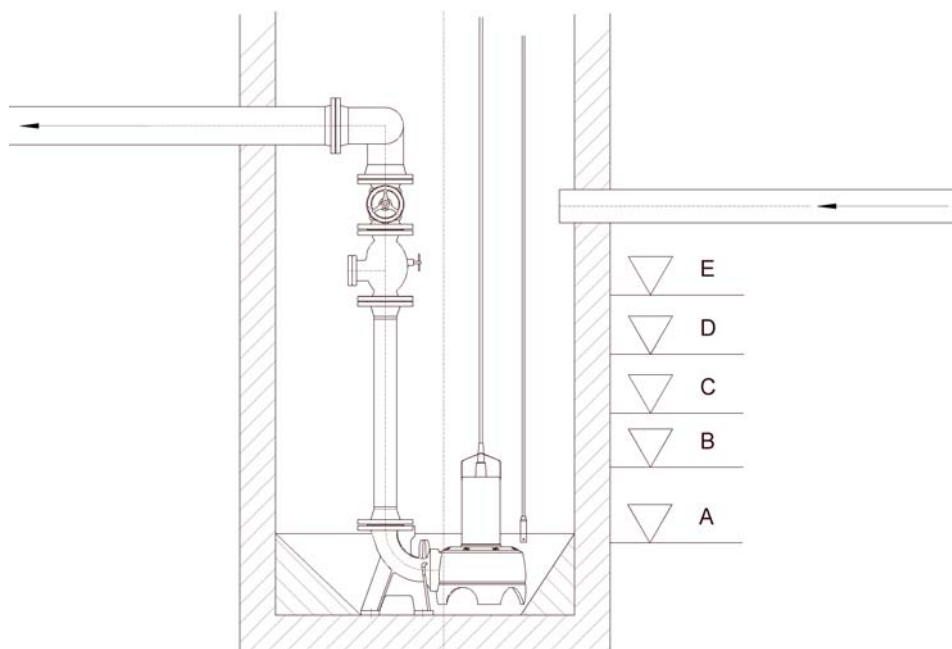

Fig 3
- Vattennivån fastställs elektriskt med hjälp av extern nivåsensor (fig 3) (4-20mA, tvåledarteknik).